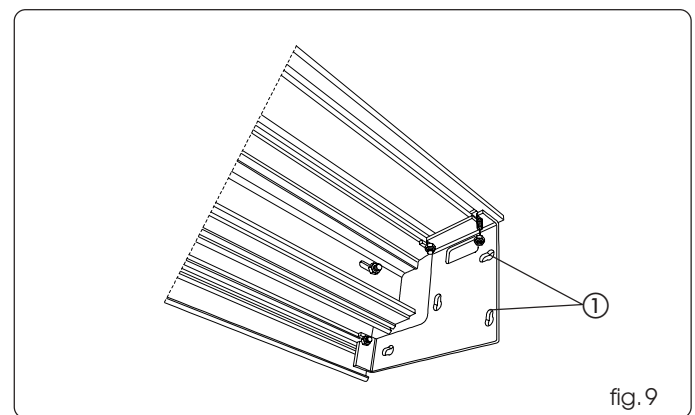
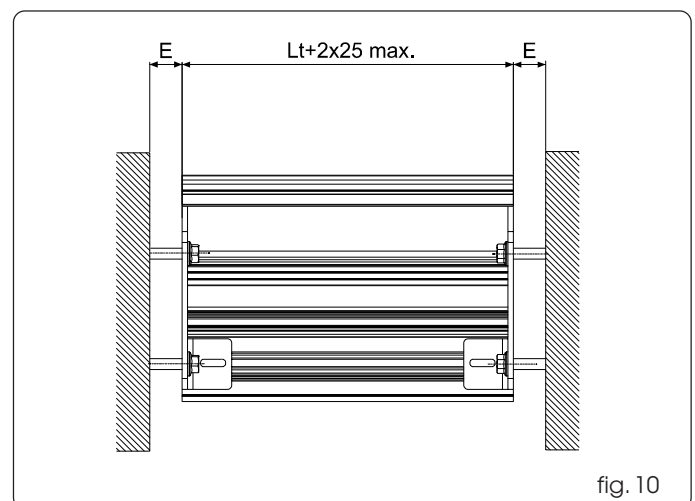

fig. 9
fig. 10
Le profil autoporteur est fourni déjà assemblé au profil de soutien et avec les pattes latérales déjà montées sur la poutre (fig. 9).
• Fixer la poutre au mur en utilisant les trous sur les plaques latérales (fig. 9 réf. ①) avec des tasseaux adéquats (non fournis) et prévoir les entretoises éventuelles pour les espaces E (fig. 10).